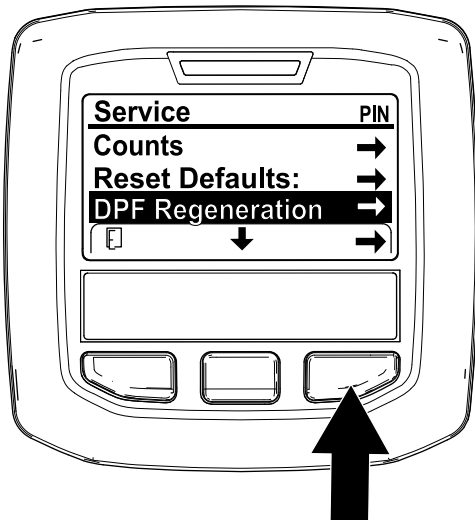

Figura 43
1. Accedete al menu Service e premete il pulsante centrale per scorrere il menu verso il basso fino all'opzione DPF REGENERATION ((Rigenerazione FAP) (Figura 43).
2. Premete il pulsante destro per selezionare la voce DPF Regeneration (Figura 43).